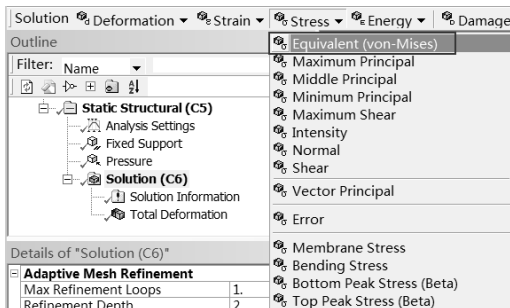

图 14-69 应力分析工具
Step5：选择 Solution 工具栏中的 Stress Equivalent（von-Mises）命令，如图 14-69 所示，此时在分析树中会出现 Equivalent Stress（等效应力）选项。